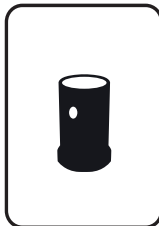

Рис. 3. Втулка (адаптер).
**ВНИМАНИЕ! ВНИМАНИЕ! ЕСЛИ ШТАНГА ВАШЕГО ТРИММЕРА ИМЕЕТ ВНЕШНИЙ ДИАМЕТР 26 мм, ИСПОЛЬЗУЙТЕ ВТУЛКУ (АДАПТЕР) (РИС. 3).**